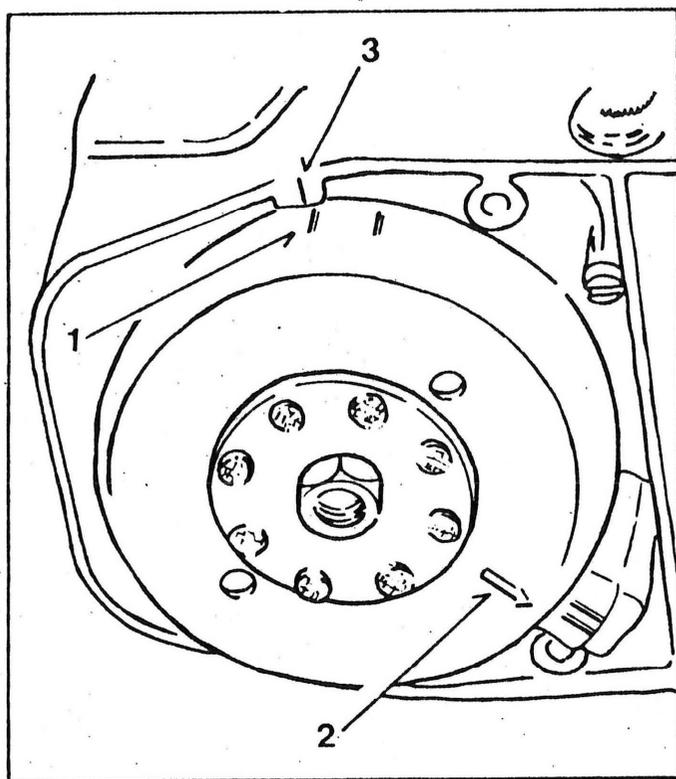

Fig. 5 - Volano DANSI
- e) Controllare a questo punto che la freccia 2 (Fig. 5) capiti in mezzo alle due righe riportate sul captatore.
Nel caso che, una volta effettuata l'operazione la freccia 2 (Fig. 5) non coincida al centro delle righe riportate sul captatore procedere ad una nuova messa in fase nel seguente modo:
- d) Fare coincidere la tacca 1 (Fig. 5) sull'induttore con la tacca 3 (Fig. 5) riportata sul carter motore;
- e) Fare ruotare lo statore in modo da fare coincidere la freccia 2 (Fig. 5) riportata sull'induttore al centro delle due righe riportate sul captatore;